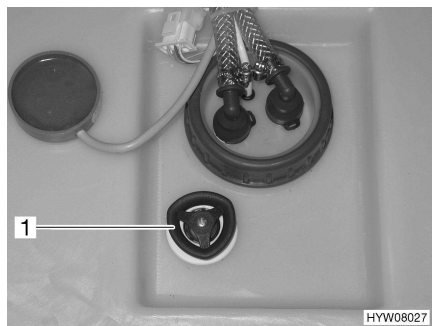

Bild 100 Vattentank med ratt
- Vrid ratten (Bild 100, 1) på vattentanken moturs mot motståndet till stoppläget för att öppna utloppsöppningen helt.